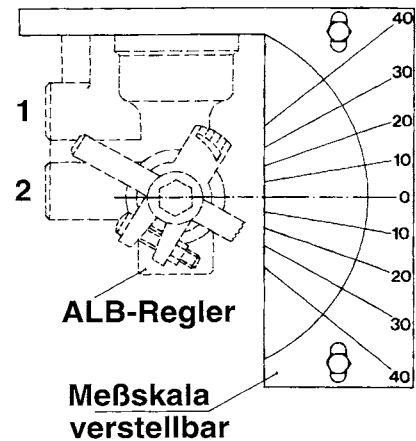

Abb. 1
- Die Prüfschablone im Schraubstock befestigen. Den Bremskraftregler in die Prüfschablone einsetzen und den Nullpunkt der Meßskala auf den Mittelpunkt der Welle des ALB-Reglers ausrichten (siehe Abbildung 1).